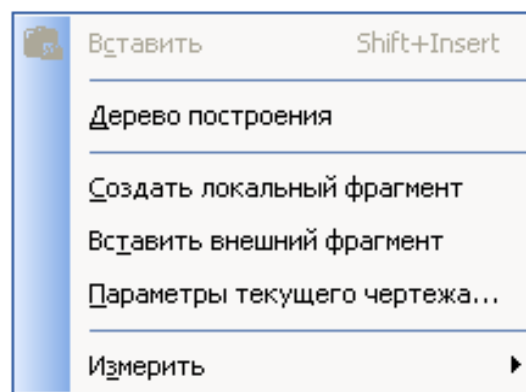

Рис. 1.12. Диалоговое окно **Параметры**
- 1) на рабочем поле чертежа щелкните правой кнопкой мыши и из появившегося меню (рис. 1.12) выберите пункт **Параметры текущего чертежа**;